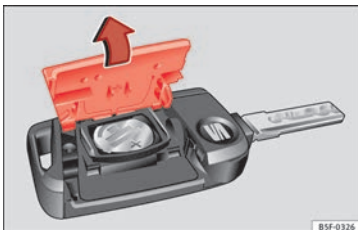

Fig. 135 Clé du véhicule : ouvrez le cache du logement des piles.
- Retirez le couvercle de la partie arrière de la clé du véhicule » » **fig. 135** dans le sens de la flèche » » ⚠.
- Placez le couvercle comme indiqué » » **fig. 135**, et appuyez-le sur le boîtier de la